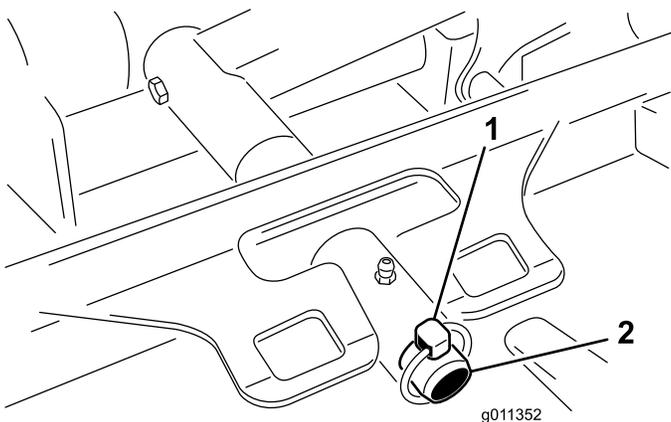

Figura 86
3. Retire o pino de sujeição (para máquinas Groundsmaster 4500) ou porca de bloqueio (para máquinas Groundsmater 4700) que fixa a estrutura de suporte da unidade de corte ao pino da articulação do braço de elevação (Figura 86).
2. Deslize a estrutura de suporte da unidade de corte até que esta fique sobre o pino da articulação do braço de elevação (Figura 86). Prenda a unidade de corte ao pino com o pino de sujeição (para máquinas Groundsmaster 4500) ou a porca de retenção (para máquinas Groundsmaster 4700).